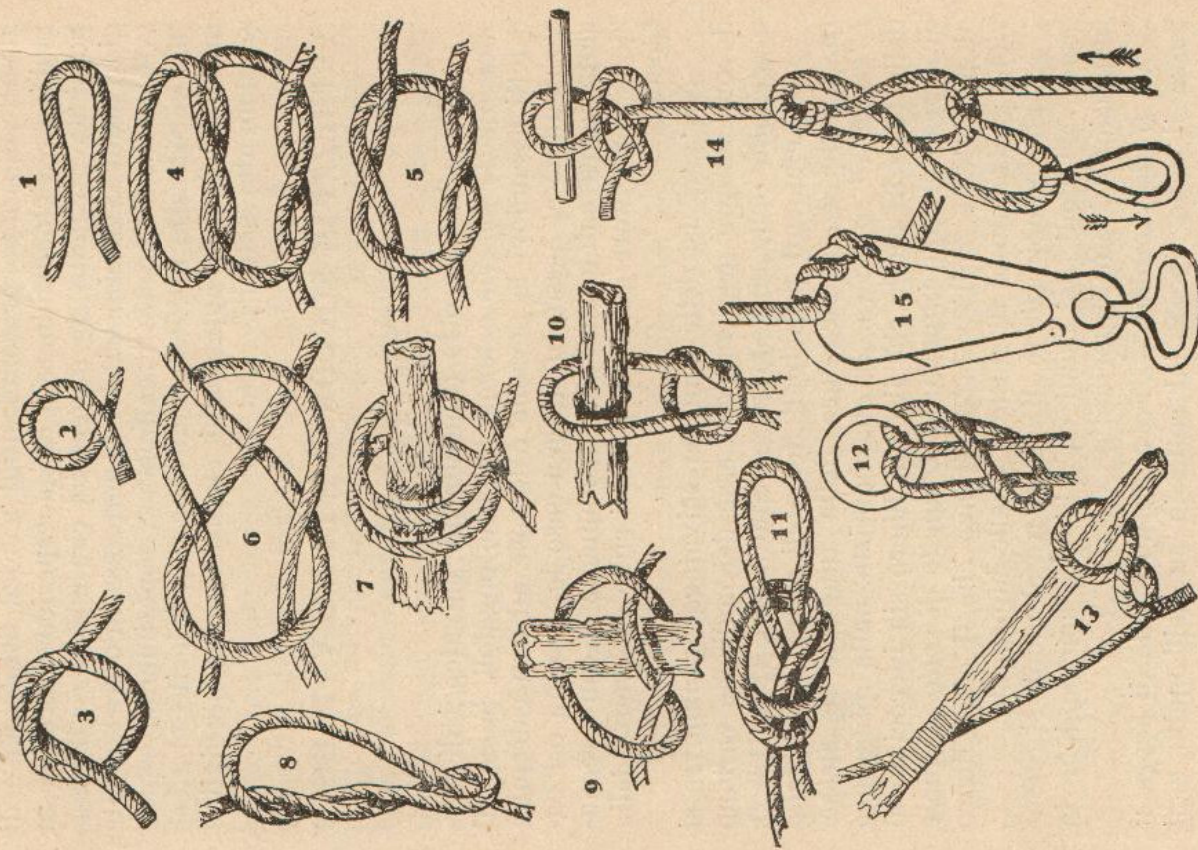
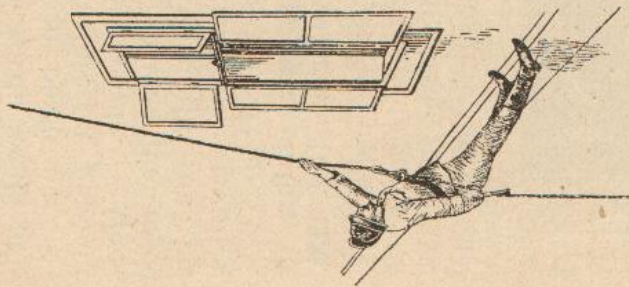

Fig. 113.
Fig. 116.
Nei vari usi delle funi per salvataggi o manovre si devono sempre praticare con esse dei nodi che variano a seconda delle circostanze e dello scopo, (fig. 113)1).
*Freno di discesa con una sola fune.* — Si sospende la fune ad un punto solido, a breve distanza sotto si forma un nodo a fibbia semplice fissa e piegando la fune ad occhiello la si introduce nella fibbia lasciando pendere in basso il capo libero; all'occhiello che sporge dalla fibbia si attacca un mollettone ed a questo l'oggetto da calare. Rallentando dal basso il capo libero l'oggetto scenderà, (fig. 113 n. 14).
La discesa si fa nel modo seguente: Si lascia cadere una estremità della funicella dall'alto sino al suolo e si fissa l'altra estremità ad opportuno punto di attacco, traviature, ringhiere, mobili pesanti, o servendosi degli appositi chiodi o viti di sicurezza dei quali dovrebbe essere fornito ogni portalanca. Il pompiere si mette a cavalcioni della finestra, la gamba destra esterna, e gira la parte della funicella che pende all'infuori due volte attorno al mollettone osservando che la parte superiore della corda si trovi in alto col mollettone rivolto colla parte larga all'insù e la molla interna, in modo che la corda tesa non possa esercitarvi alcuna pressione che la aprirebbe; egli afferra quindi la corda colla mano sinistra e pugno interno a braccio teso in alto, e colla mano destra in basso appoggiata alle anche, e sollevandosi dalla posizione di cavalcioni abbandona la finestra e tenendo le gambe distese appoggiate alla parete incomincia la discesa lasciando scorrere fra le due mani la corda che viene frenata per gli avvolgimenti attorno al mollettone, (fig. 113 n. 15). La discesa può essere fatta camminando lungo la parete (fig. 116), oppure con lancio sorpassando in volata le aperture delle finestre o eventuali sporgenze od ostacoli causati sovente da condutture elettriche, mensole, ecc. (fig. 117 e 118).